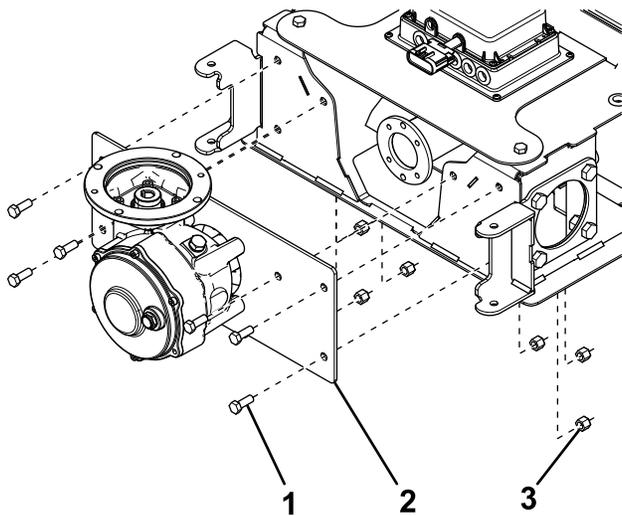

Figure 7
4. Fixez la plaque de montage à l'ensemble vis à l'aide de 6 boulons ($\frac{3}{8}$ po) et 6 contre-écrous en nylon ($\frac{3}{8}$ po), comme montré à la Figure 7.